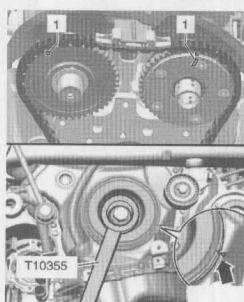
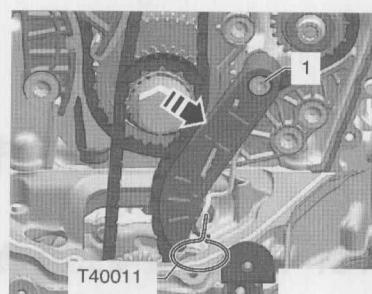

图1-3-5 减振器旋出至上止点位置
图1-3-6 拆机油泵链
⑧用对角式支架T10355将减振器旋转至上止点位置，如图1-3-5所示。减振器上的切口必须与正时链下部盖板上的箭头标记相对，凸轮轴的标记1必须朝上。
⑨拆卸正时链下部盖板。
⑩沿图1-3-6所示箭头方向按压机油泵的链张紧器，并用定位销T40011进行固定，旋出螺栓1，取下机油泵的链张紧器，从曲轴链轮上取下机油泵的正时链。